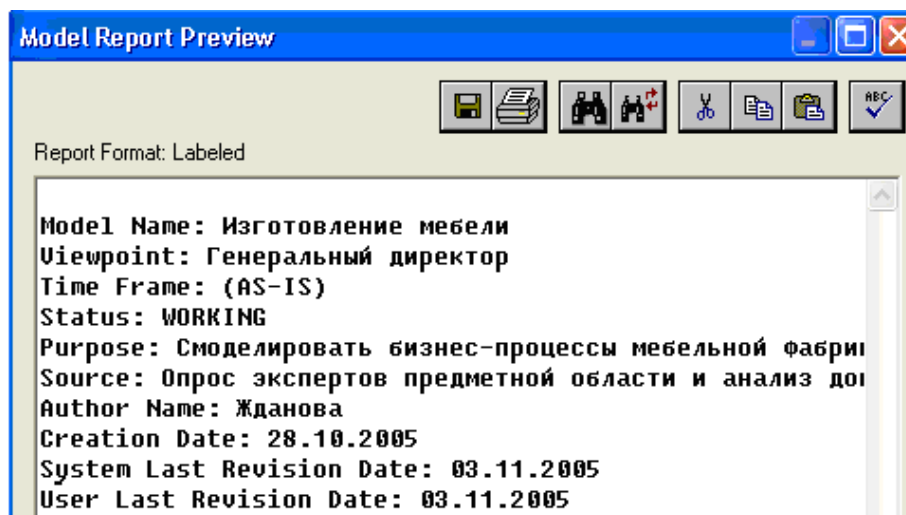

Рис. 3.10. Отчет о модели
3. Нажмите на кнопку **Preview**, чтобы просмотреть отчет (рис. 3.10.).